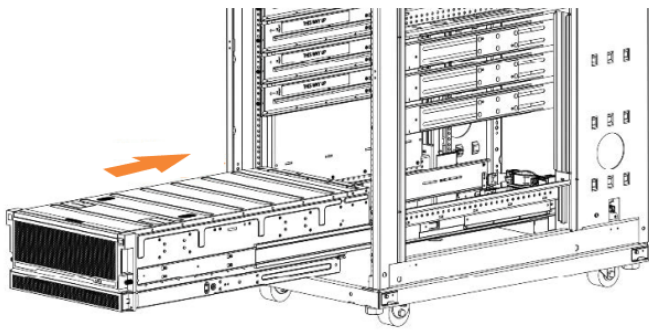

Рисунок 60. Пример установки корпуса в стойку
- Корпус расширения следует устанавливать в самый низ стойки. См. пример на Рисунок 60 на стр. 59.